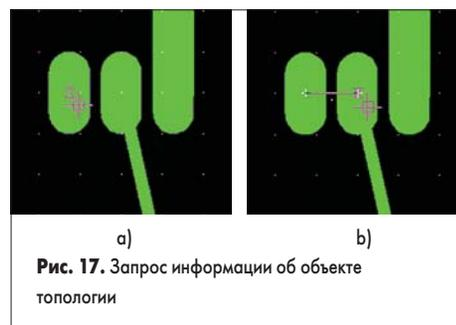

Рис. 17. Запрос информации об объекте топологии
6. При приближении к центру площадки система автоматически найдет цент и покажет его значком, похожим на песочные часы (рис. 17, a). Выполним щелчок левой кнопкой мыши.
7. Аналогичным образом наведем указатель мыши на соседнюю контактную площадку и выполним щелчок левой кнопкой мыши (рис. 17, b).